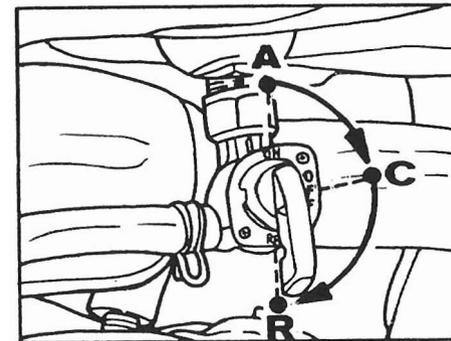
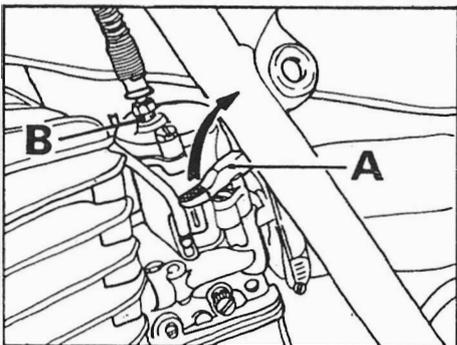

Fig. 10 - Rubinetto benzina.
Fig. 11 - Leva starter sul carburatore.
- Aprire il rubinetto della benzina (Fig. 10) se il motore è freddo sollevare la leva dello starter sul carburatore (A Fig. 11).
Ruotando la manopola del gas si ottiene lo scorrimento della valvola gas dello spillo conico nel carburatore e di conseguenza l'accelerazione o decelerazione del motore e quindi del veicolo, in funzione del senso di rotazione. Lasciando la manopola, questa ritorna automaticamente a zero. Il comando gas deve sempre essere efficiente, privo di gioco che impedirebbe la istantanea risposta del motore ad ogni accelerata ed avere la trasmissione gas sempre alla giusta tensione. Per la regolazione del gioco avvitare o svitare il regolafilo sul carburatore (B Fig. 11).